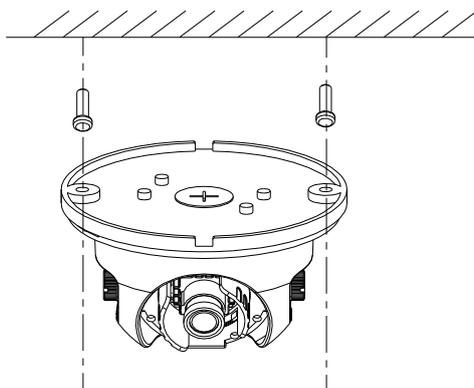

Рис.2.2. Монтаж видеокамеры на потолок / стену
4. Используйте саморезы для закрепления основания камеры на потолке / стене, как показано на рис.2.2.